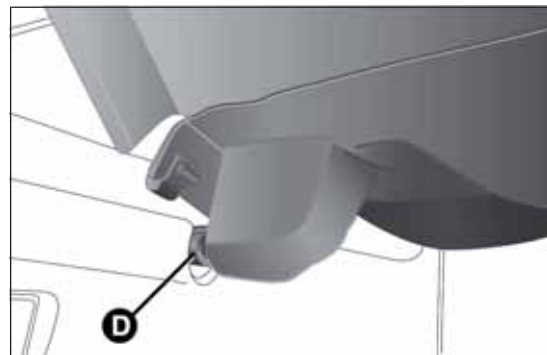

fig. 86
- ☐ liberare i perni D fig. 86 posti all'esterno del ripiano, quindi rimuovere la cappelliera B tirandola verso l'alto;